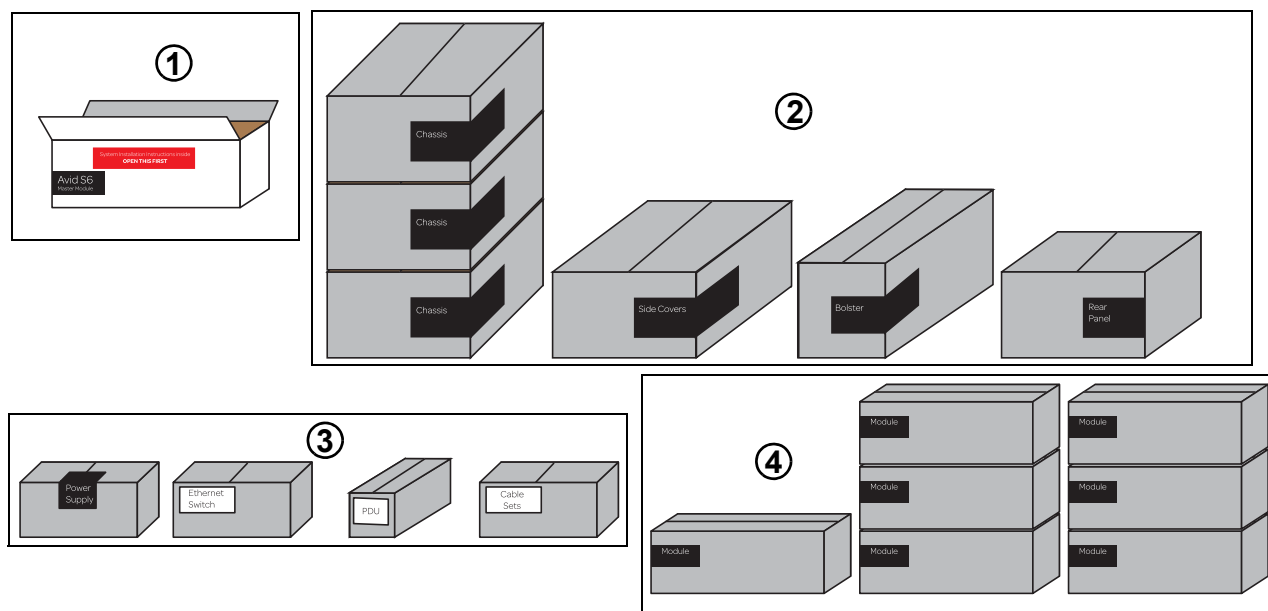

図 1. 組み立て前のパッケージの整理 (S6 M10 16-5システムの場合) :
- 購入したシステムを形成するパッケージがすべて揃っていることを確認し、整理しておく（図1を参照）、組み立て作業が簡単になります。必要な工具はすべてサイド・カバー・パッケージに含まれています（2ページの「同梱内容」を参照）